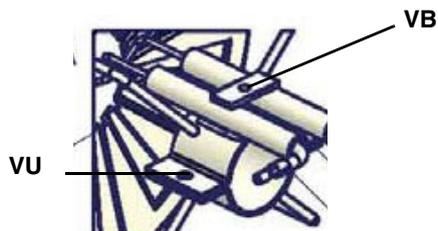

Рис. 17
**ВНИМАНИЕ:** для того, чтобы отрегулировать положение форсунки (Рис. 17), воздействовать на винт **VU**.